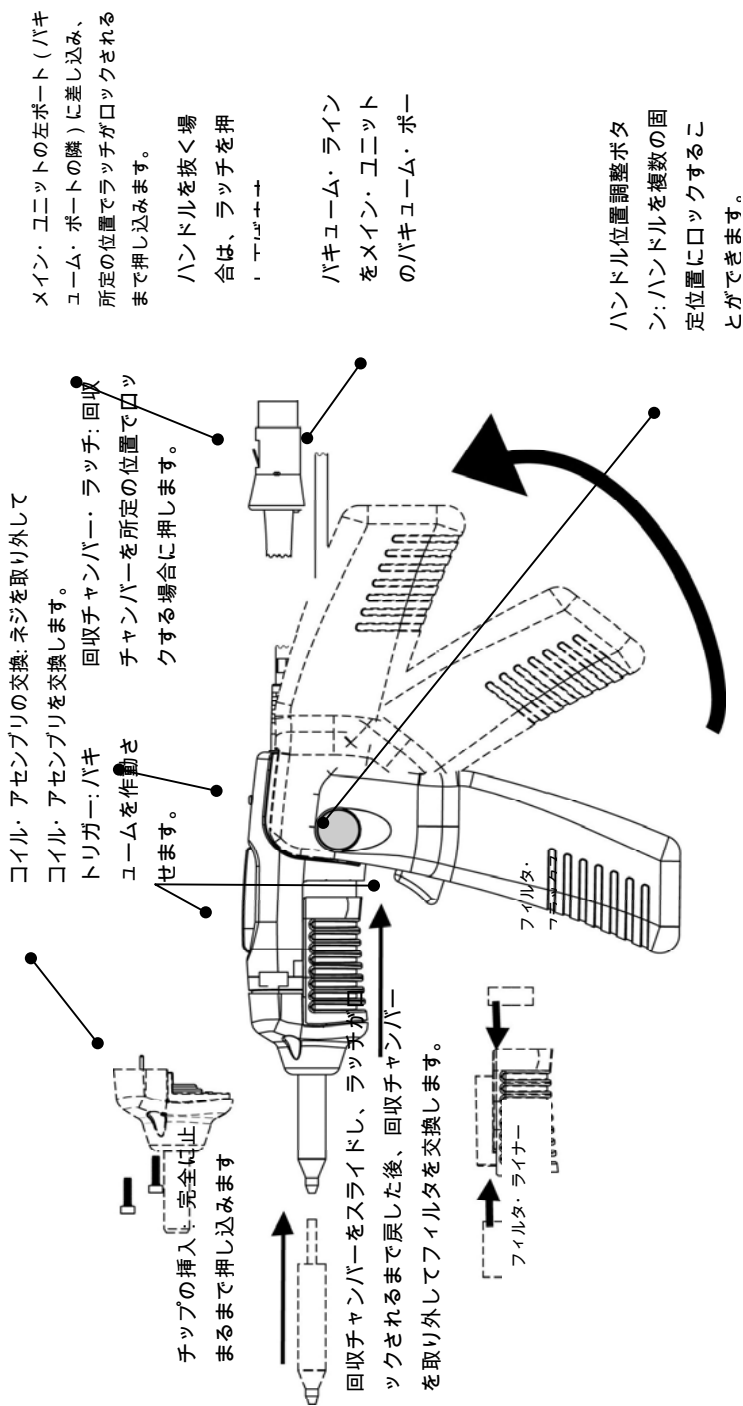

図 1. 吸い取り機ホルダーの操作手順
操作手順については、図 1 をご覧ください。
はんだ吸い取り機の操作手順については、図 1 をご覧ください。
コイル取り外しネジ (図 1) を交換する場合には、部品番号 MFR-HDCA を使用してください。フロント・シールが消耗している場合は、部品番号 DP-SL3 を使用してください。
- a. 回収チャンバーをホルダーの後方へスライドさせ、チャンバー・ラッチ・ボタンがボンと飛び出すまで移動し、チャンバーを取り外します (図 1) 。